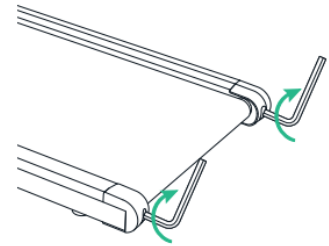

Abbildung 3
- Drehen Sie beide Schrauben im Uhrzeigersinn um 1/2 Umdrehung (siehe Abbildung 3).